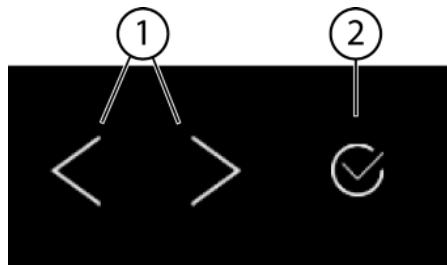
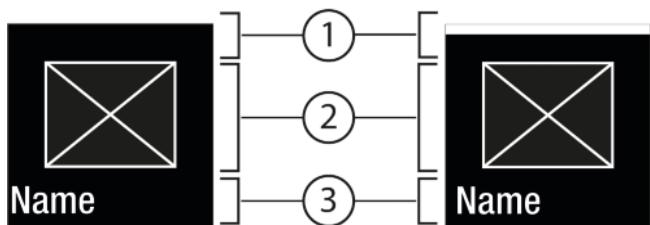
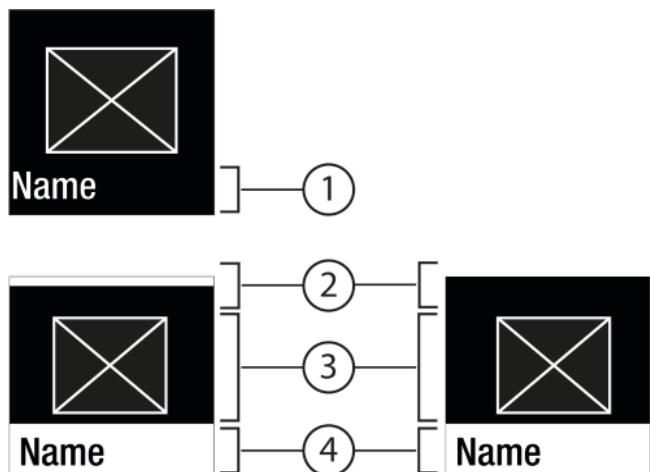

Fig. 6
Fig. 7
Fig. 8
(1) Навигационная стрелка влево / вправо
(2) Подтвердить
Навигационная стрелка влево / вправо Fig. 6 (1):
Подтвердить Fig. 6 (2):
- Навигация при помощи навигационной стрелки влево / вправо Fig. 6 (1).
- С помощью Подтвердить Fig. 6 (2) активировать Fig. 7 (1) / деактивировать Fig. 7 (1) функцию / настройку.
- С помощью Подтвердить Fig. 6 (2) вызвать Подменю Fig. 8 (4).
- Установка нового значения: С помощью Подтвердить Fig. 6 (2) выбрать деактивированное значение Fig. 7 (1).
- Назад в меню: С помощью Подтвердить Fig. 6 (2) выбрать уже активированное значение Fig. 7 (2).
- Навигационные стрелки Fig. 6 (1) нажмите до тех пор, пока не появится индикация функции .
- Нажмите на Подтвердить Fig. 6 (2).
- С помощью навигационных стрелок Fig. 6 (1) выберите значение настройки.
- Состояние: активировано Fig. 7 (1) появляется недолго в Подменю Fig. 8 (4).
- ▶ Нажмите навигационные стрелки Fig. 6 (1) до тех пор, пока не появится индикация настроек .
- ▶ Нажмите на Подтвердить Fig. 6 (2).
- ▶ Нажмите навигационные стрелки Fig. 6 (1) до тех пор, пока не появится индикация требуемой настройки.
- ▶ Нажмите и удерживайте в течение 3 секунд Подтвердить Fig. 6 (2).